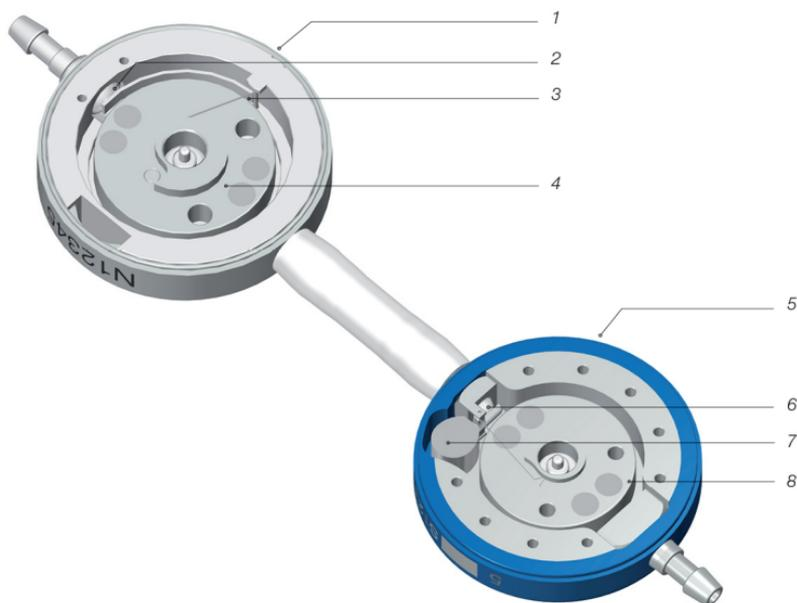

Bild 1: Tvärsnitt av M.blue plus
M.blue plus är ett ventilsystem som tillverkats av titan. Den består av en reglerbar differensstryckenhet (hädanefter även kallad proGAV 2.0) och en reglerbar gravitationsenhet (hädanefter även kallad M.blue) (Bild 1).